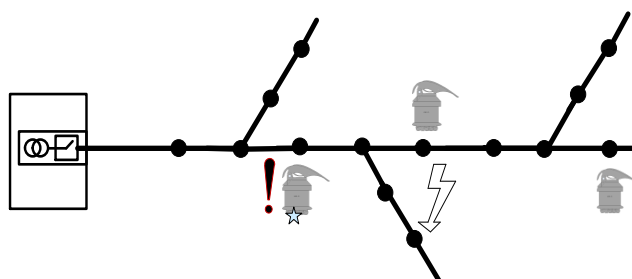

Рисунок 10 – Установка индикаторов на линии с короткими ответвлениями
- на линии с короткими ответвлениями индикаторы, как правило, устанавливаются по стволу линии за местом разветвления, на ближайших к месту разветвления промежуточных опорах (Рисунок 10);